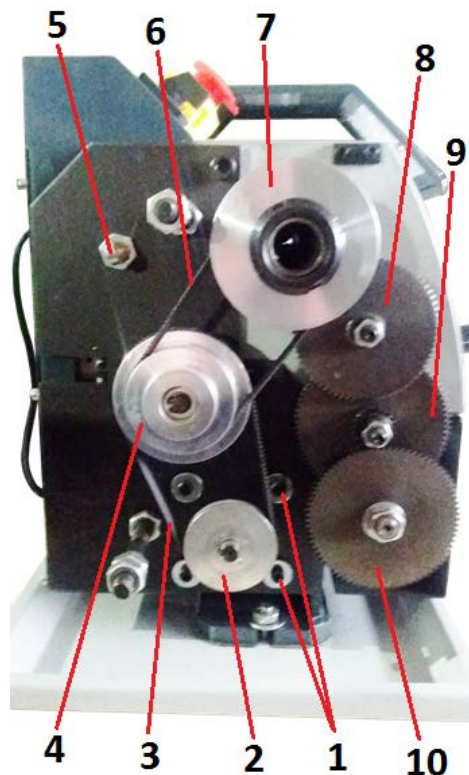

Рис. 1.6 Принципиальное устройство станка
- ослабьте крепление (поз. 1 рис. 1.6) электродвигателя;
- отвинтите гаки крепления шестерён (поз. 8, 9, 10 рис. 1.6);
- закрепите шестерни (поз. 8, 9, 10 рис. 1.6) гайками;
- нанесите тонкий слой смазки на основе лития на винт (поз. 4 рис. 1.4) подачи при нарезании резьбы, на рейку (поз. 5 рис. 1.4) ручного перемещения суппорта, на зубья шестерни 8, 9, 10 рис. 1.6);